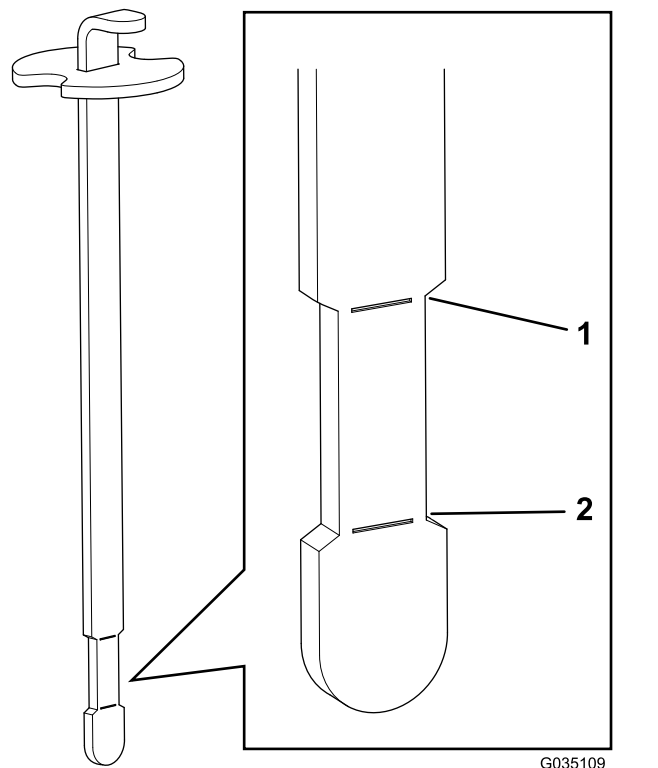

Figura 44
6. Introduza a vareta no tubo de enchimento, retire-a e verifique o nível do fluido (Figura 44).